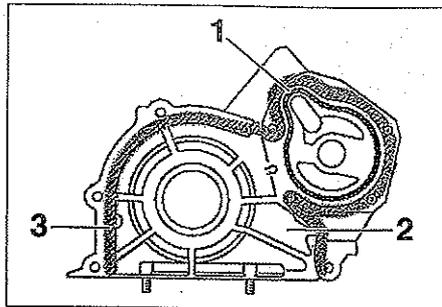

FIG. 20
- Colocar una junta nueva (1) en la ranura de cárter (2) de bomba de aceite (fig. 20).
- Montar a continuación el cárter en el bloque motor habiendo untado previamente su plano de junta (3) con producto de estanqueidad (fig. 20).